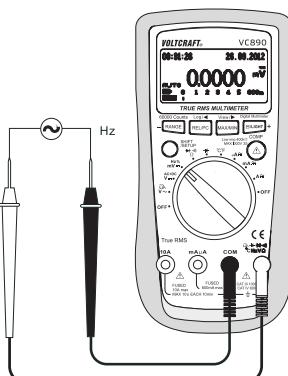

Fig. 4
1. Allumez le DMM et sélectionnez la plage de mesure « $mV \text{Hz} \%$ ». Appuyez sur la touche SHIFT/SETUP (3) jusqu'à ce que l'écran affiche « Hz ».
2. Insérez le cordon de mesure rouge dans la douille de mesure °CHzVΩ (7), le cordon de mesure noir dans la douille de mesure COM (8) (Fig. 4).